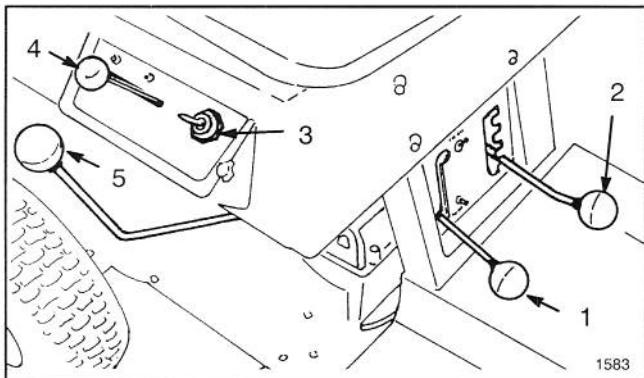

Figure 5
Changement de vitesse (Fig. 5)—La transmission comprend cinq vitesses en marche avant, plus le point mort et la marche arrière. Le levier de changement de vitesse est situé à droite de l'utilisateur. Un blocage de sécurité empêche le démarrage du moteur lorsque la transmission est en prise.
Levier d'embrayage de la lame (Fig. 5)—Le levier d'embrayage de la lame embraye et débraye l'entraînement de la lame. Un blocage de sécurité empêche le démarrage du moteur quand le levier est en position EMBRAYÉ. Le moteur ne peut démarer que si le levier d'embrayage de la lame est en position DÉBRAYÉ.
Commande des gaz (Fig. 5)—La commande des gaz est connectée au papillon des gaz du carburateur et au starter, et les actionne. La commande offre trois positions: LENT, RAPIDE et STARTER.
Hauteur de coupe (Fig. 5)—Le levier de hauteur de coupe permet de choisir parmi 5 positions de hauteur de coupe, d'environ 4 cm à 9 cm (1-1/2 à 3-1/2 pouces).
Contacteur d'allumage (Fig. 5)—Le contacteur a trois positions: MARCHE, ARRÊT et DÉMARRAGE.
2. S'assurer que le changement de vitesse est au point mort et le levier d'embrayage de la lame en position DÉBRAYÉ à fond (Fig. 5).
3. Mettre la commande des gaz en position STARTER (Fig. 5) si le moteur est froid, ou RAPIDE s'il est chaud.
4. Tourner la clé de contact jusqu'à la position DÉMARRAGE (Fig. 5). Quand le moteur démarre, relâcher la clé et positionner la commande des gaz entre RAPIDE et LENT si l'on a utilisé le starter pour démarrer. La machine donne les meilleurs résultats lorsque la commande des gaz est en position RAPIDE (pleins gaz).
1. Mettre le levier d'embrayage de la lame en position DÉBRAYÉ à fond (Fig. 5).
2. Mettre la commande de hauteur de coupe (Fig. 5) dans la position désirée.